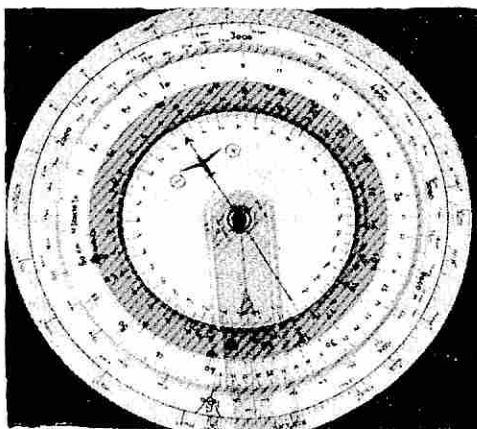

Fig. 9: Calcolatore Flure 70.
- 2) Il **Flure 70** (fig. 9) è molto completo, forse troppo! e permette dei calcoli di navigazione, di tempo d'arrivo, ecc.; a tergo una tabella dà le velocità medie di salita in funzione delle altezze cronometrate. Da consigliare ai principianti.